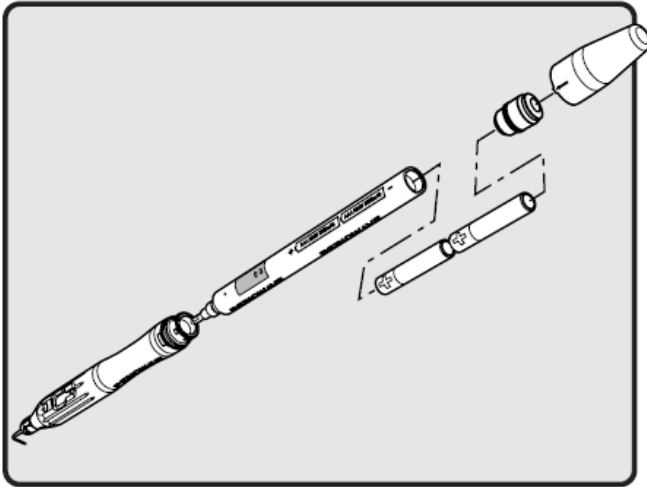

Abbildung 6: Vergrößerte Ansicht des HHL-1000
- Den hinteren Batteriefachdeckel des sauberen Lasereinsatzes abschrauben. Zwei voll aufgeladene Batterien in das Batteriefach einlegen (die Batterien gemäß der Grafik auf der Außenseite des Lasereinsatzes ausrichten). Den Deckel wieder auf das Batteriefach aufsetzen und **nur** mit den Fingern festziehen. Siehe *Abbildung 6*.